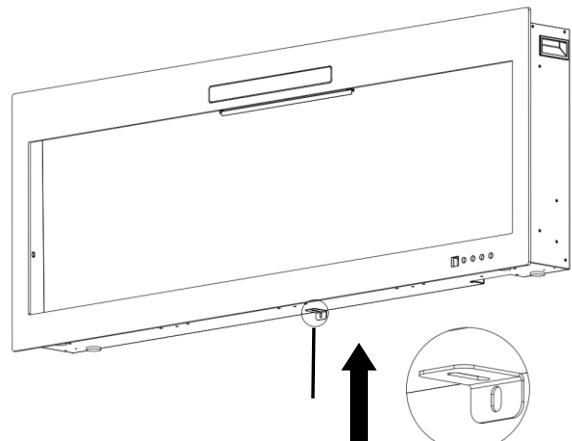

рис. 4-2
B. Используя ранее снятый винт, прикрепите L-образный кронштейн (входит в комплект поставки) к нижней части каминной коробки. (**рис. 4-2**)